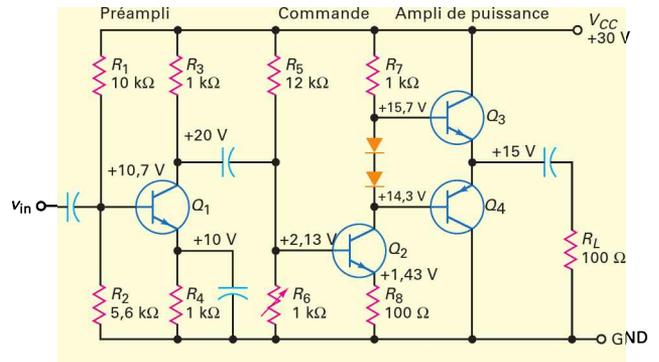

Figure 10.43
10.29 Quelle est la puissance de sortie maximale de la figure 10.43 ?
10.30 D'après la figure 10.43, combien vaut le gain en tension du premier étage si $\beta = 200$?
10.31 Si Q_3 et Q_4 ont un gain en courant égal à 200 (figure 10.43), quel est le gain en tension du second étage ?
10.32 Que vaut le courant collecteur au repos dans la figure 10.43 ?
10.33 Quel est le gain en tension total de l'amplificateur à trois étages de la figure 10.43 ?
Pour ce chapitre, les fichiers sont intitulés **MTC10-53** à **MTC10-57** et correspondent au circuit de la figure 10.43.